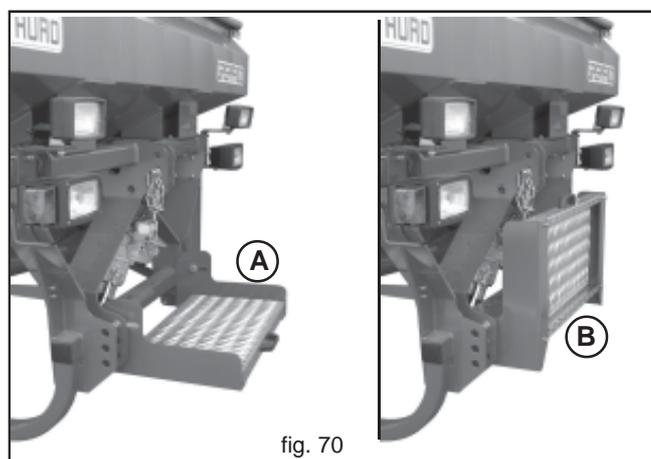

fig. 70
Die Behälter und Trichter können manuell oder mittels eines Hubwerks befüllt werden, dessen Hubkapazität über 200 kg liegen muss und das von den zuständigen Ämtern zugelassen sein muss. Es wird darauf hingewiesen, dass bei einem Gewicht über 25 kg entweder der Eingriff mehrerer Bediener oder der Gebrauch einer Hebeausrüstung erforderlich ist. Bei manuellem Beladen ist das Trittbrett (A, Abb. 70) zu verwenden, um Zugang zum Trichter des Anbaugeräts zu erhalten. Das Trittbrett sowohl bei der Arbeit als beim Straßentransport immer wie auf Abbildung 70 (B) dargestellt zusammenklappen